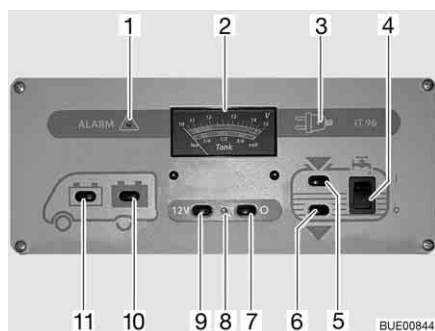

Bild 167 Panel IT 96-2
Med huvudbrytaren 12 V (Bild 167,7 och 9) kopplas panelen och bodelens 12 V-försörjning till eller från.
- Tryck på knappen (Bild 167,9) "12 V": 12 V-försörjningen för bodelen är påslagen. Kontrollampan (Bild 167,8) lyser grönt.
- Tryck på knappen (Bild 167,7) "0": 12 V-försörjningen för bodelen är avstängd. Kontrollampan (Bild 167,8) slocknar.
Med instrumentet V/tank (Bild 167,2) avläses den övre skalan. Instrumentets belysning tänds automatiskt när en knapp trycks in.
- Tryck på knappen (Bild 167,11) "": Startbatteriets spänning visas.
- Tryck på knappen (Bild 167,10) "": Bodelsbatteriets spänning visas.
På instrumentet V/tank kan vattennivån och avloppsvattennivån avläsas. På instrumentet V/tank (Bild 167,2) avläses den undre skalan. Instrumentets belysning tänds automatiskt när en knapp trycks in.
- Tryck på knappen (Bild 167,5) "": Vattenvolymen visas.
- Tryck på knappen (Bild 167,6) "": Avloppsvattenvolymen visas.
Slå på: ■ Vippkontakten (Bild 167,4) trycks in upptill "I": Vattenförsörjningen är aktiverad.
Slå från: ■ Vippkontakten (Bild 167,4) trycks in nedtill "O": Vattenförsörjningen är avstängd.
Den röda varningslampan "ALARM" (Bild 167,1) blinkar så snart spänningen i bodelsbatteri har sjunkit till under 11 V (mätning under pågående drift) och risk för djupurladdning föreligger.
Kontrollampan 12 V (Bild 167,8) lyser då huvudbrytaren 12 V (Bild 167,9) är inkopplad.
Den gula 230 V-kontrollampan (Bild 167,3) lyser när nätspanningen ligger på el-blockets ingång.